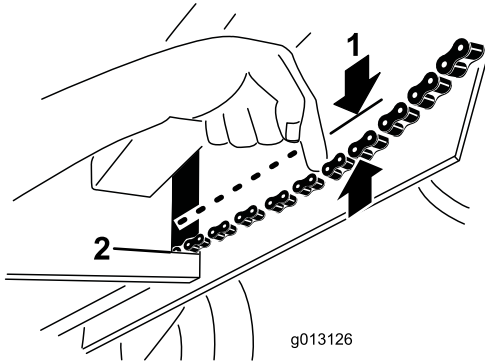

Figure 32
- Exercez une charge de 9 kg (20 lb) sur chaque chaîne près de l'ouverture du cadre (Figure 32). Si la chaîne fléchit de plus de 3 mm ( $\frac{1}{8}$  po), tendez-la comme suit :